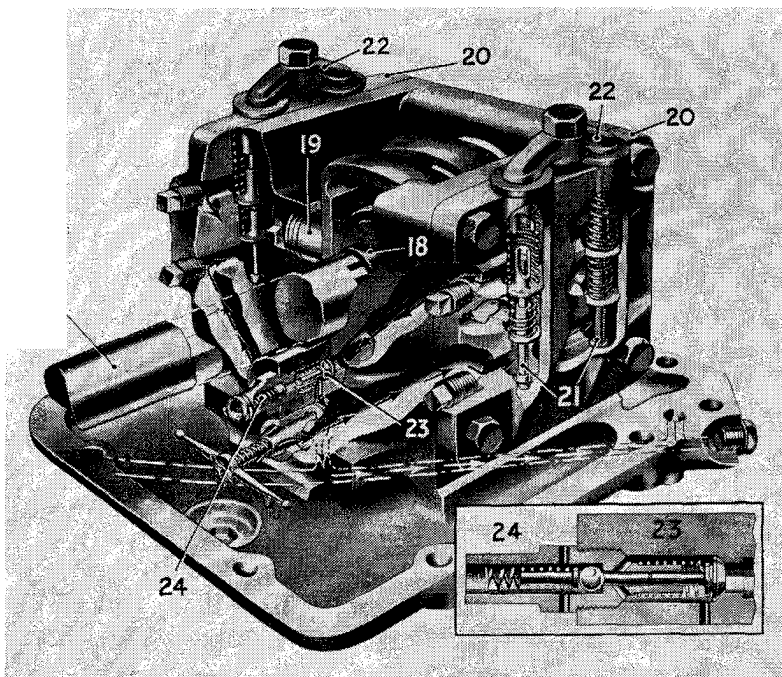
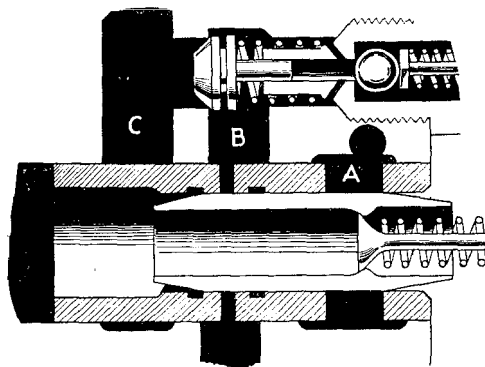

Bild 4 Det hydrauliska systemets pump.
Bild 7 Kanaler och kammare i pumphuset runt reglerings- och säkerhetsventilerna.
Oljepumpens konstruktion framgår av bild 4. Kraftuttagsaxeln 2 går genom pumpens två excentriska kantrullar 18. Dessa är monterade i var sitt kamblock, vilka löper i de två kolvrarna 19. Excentrarna ger kolvarna deras fram- och återgående rörelser.
Den olja, som sugts in i pumpcylindrarna, har på sin väg passerat genom inloppshålen i regleringsventilens bussning, genom kammaren A (bild 7) och via en diagonal kanal i pumphuset, där den fördelats till de fyra pumpcylindrarna (jfr bild 4).
Olja från kammaren A sugas genom två kanaler in i ventilkammarna (21 i bild 4) under inloppsventilerna. Under insugningslaget för en kolv bildas ett undertryck, som öppnar den nedre ventilen (inloppsventilen) och olja sugas in i cylindern. Samtidigt hålls utloppsventilen stängd av undertrycket i cylindern i förening med oljetrycket ovanpå ventilen och ventilljäderkraften. I samma ögonblick som kolven vänder, stängs inloppsventilen av sin fjäder och det oljetryck som byggs upp i cylindern. När sedan trycket övervinner oljetrycket ovanpå utloppsventilen och fjäderkraften mot denna, öppnas den och oljan pressas ut i den cirkulära kammaren C (7) genom en kanal från ventilkammaren.